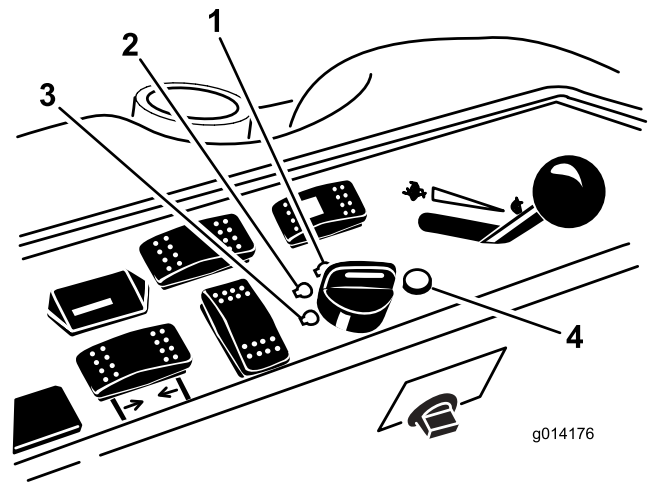

Bild 20
- Drehen Sie den Zündschlüssel nach rechts in die LAUF-Stellung (Bild 20).